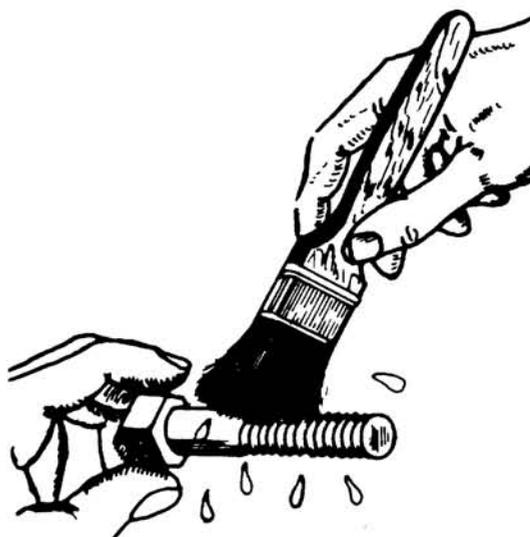

Fig. 4
- b Límpielos con una brocha o cepillo de alambre (fig. 4).